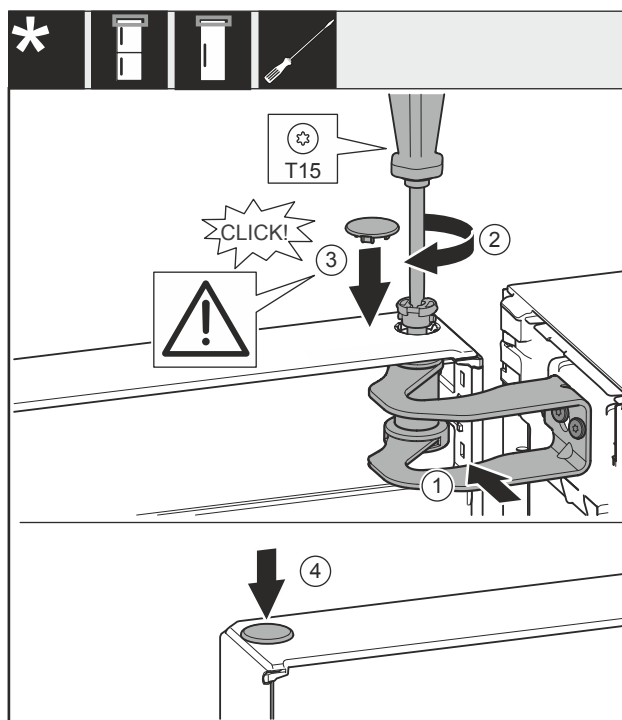

Fig. 24
- 将冰箱门对准托架 Fig. 24 (1) 中的开口。
- 放入螺栓 Fig. 24 (2) 并用螺丝刀拧紧。
- 装入盖板 Fig. 24 (3)。
- 检查盖板 Fig. 24 (3) 是否紧贴在冰箱门上。
- 装入盖板 Fig. 24 (4)。